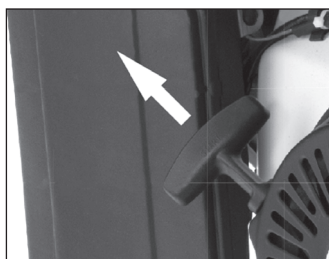

Рис. 10
10. Медленно вытащите шнур ручного стартера (рис. 10) до появления сопротивления, а затем быстрым рывком потяните его.